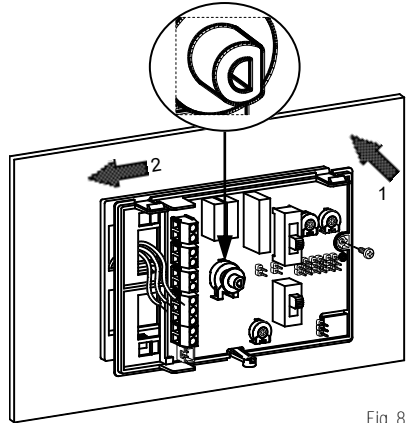

Fig. 8
- 7** Agganciare la base del termostato alla piastra a muro (facendo passare i fili tramite le aperture rettangolari) facendo dapprima coincidere i fori della base con gli appositi dentini della piastra a muro e successivamente esercitare sulla base una pressione verso il lato sinistro fino a far scattare i dentini plastici della piastra (Fig. 8).
Connect the thermostat base to the wall plate (pass the wires through the rectangular openings). Align the base holes with the special wall plate teeth, then press the base to the left until the plate's plastic teeth click (Fig. 8).